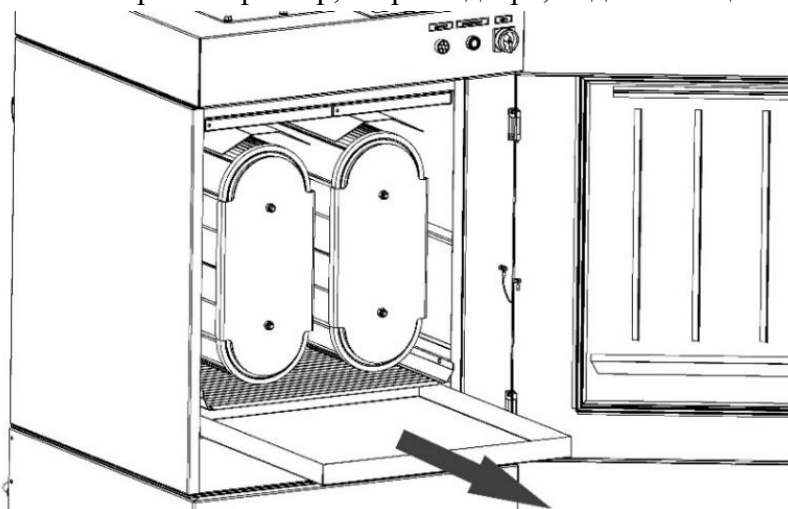

Рисунок 9
- 1) открыть дверь фильтра и извлечь пылесборник (рисунок 9);